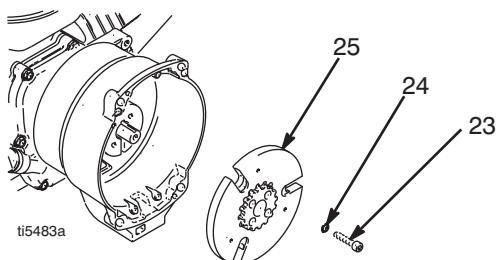

FIG. 7
8. FIG. 7. Bruk en slagnøkkel eller stikk et eller annet annet mellom clutchankerset (25) og clutchhuset (19) for å holde fast motorakselen under demonteringen.
9. Ta ut de fire skruene (23) og låseskivene (24).